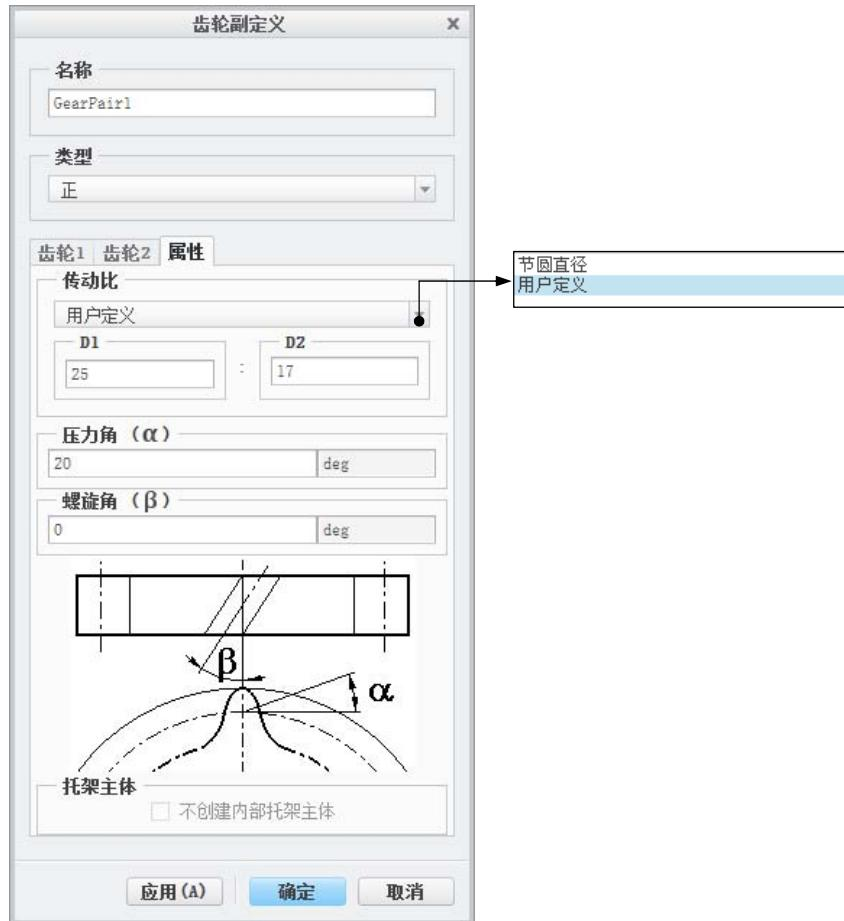

图 8.1.4 “齿轮副定义”对话框
(5) 定义属性。单击**属性**选项卡，设置图8.1.4所示的参数。
(6) 完成齿轮副定义。单击“齿轮副定义”对话框中的**确定**按钮。